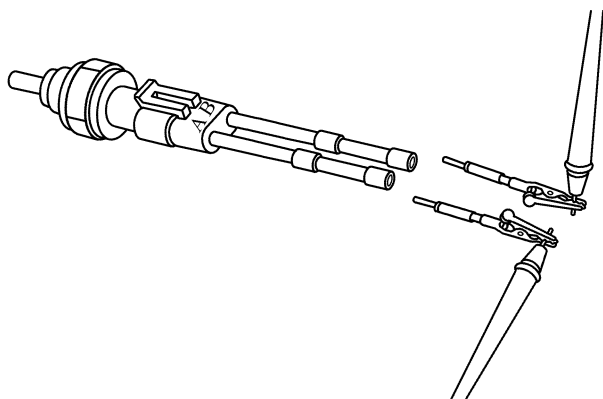
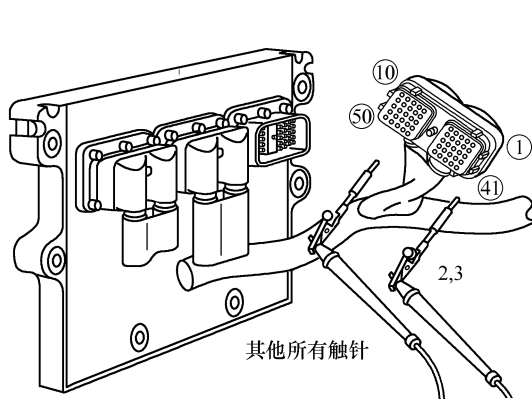

图 3-40 测量触针 A(或 1)与 B(或 2)之间的电阻
图 3-41 分别测量触针 2、3 与其他所有触针之间的电阻
- ① 断开钥匙开关, 从该传感器上断开发动机线束。
- ② 测量冷却液温度传感器触针 A(或 1)与 B(或 2)之间的电阻(图 3-40), 应在 $0.3 \sim 90\text{k}\Omega$ 。若不合格, 更换冷却液温度传感器。
- ① 断开钥匙开关, 从冷却液温度传感器上断开发动机线束, 从 ECM 上断开传感器线束插头。
- ② 分别测量传感器线束插头触针 2、3 与其他所有触针之间的电阻(图 3-41), 应大于 $100\text{k}\Omega$ 。若不合格, 维修或更换发动机线束。